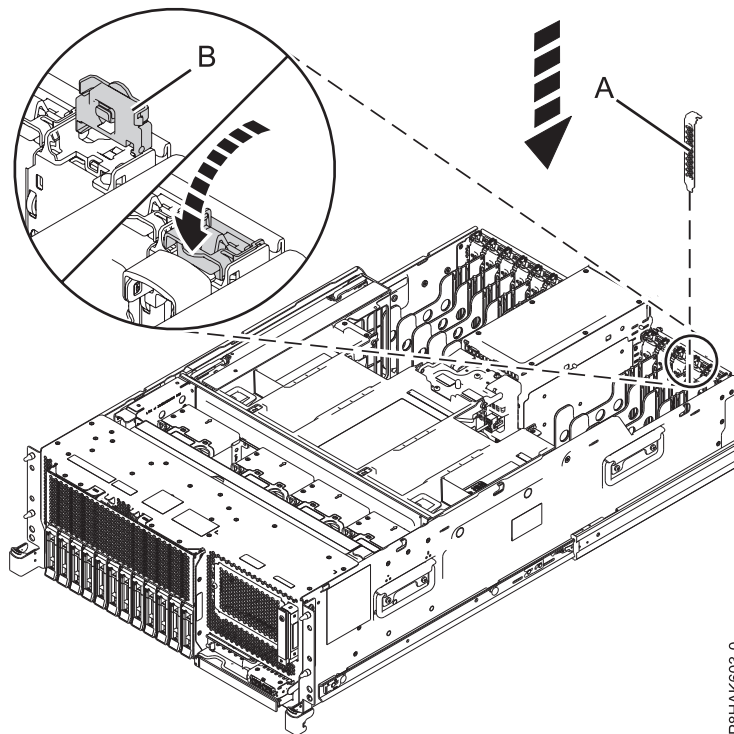
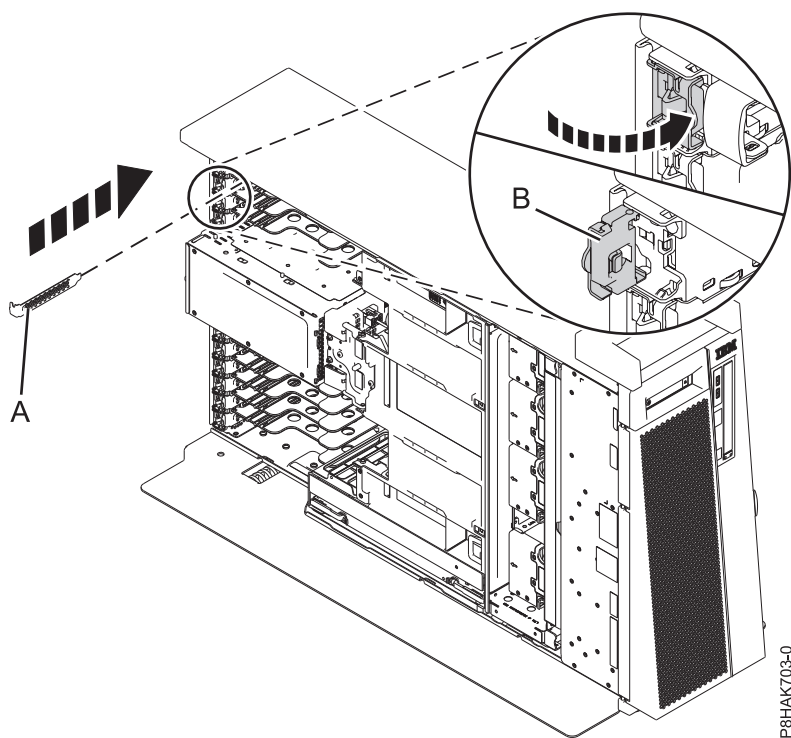

Abbildung 52. Platzhalterelement in einem PCIe-Adaptersteckplatz in einem Einschubsystem installieren
Abbildung 53. Platzhalterelement in einem PCIe-Adaptersteckplatz in einem eigenständiges System vom Typ 8286-41A installieren
- a. Fassen Sie das Platzhalterelement vorsichtig am Haltesteg und richten Sie das Platzhalterelement am Steckplatz und am zugehörigen Stecker an der Systemrückwandplatine aus, wie in Abb. 52 und Abb. 53 auf Seite 60 dargestellt.